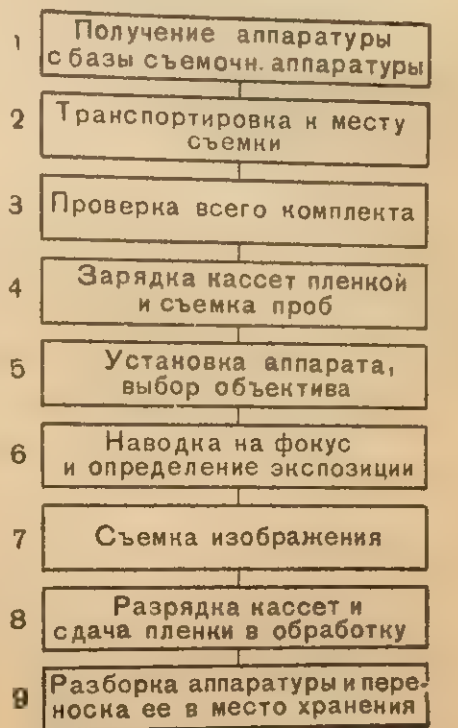

Рис. 76. Схема технологического процесса съемки изображения
**Съемка изображения (немая съемка).** На рис. 76 представлена схема технологического процесса съемки изображения. Переходим к ее рассмотрению: